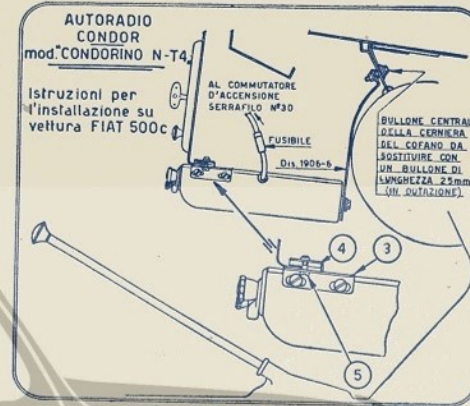

fig. 4
Il CONDORINO NT 4 si monta (senza fare alcun foro) sotto il cruscotto, al centro, fissandolo con le speciali pinze a mordente (4) e con l'ausilio della fascetta 1906-6, in dotazione all'apparecchio, (vedi fig. 4) fissata al bullone centrale cofano, che si sostituisce con altro più lungo, anch'esso in dotazione.
L'apparecchio si fissa con viti, anzichè con le pinze, perchè il fondo del cruscotto di tale macchina è chiuso; si tolgono quindi le pinze e si usano pertanto le sole alette laterali (vedi fig. 4 part. 3).